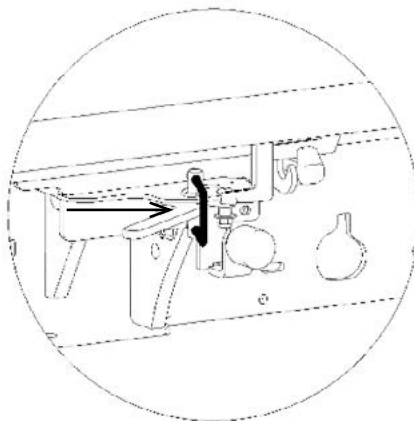

Figura 5
- 2- Ruotare l'anello per posizionarlo di fronte alla bocchetta (figura 5)